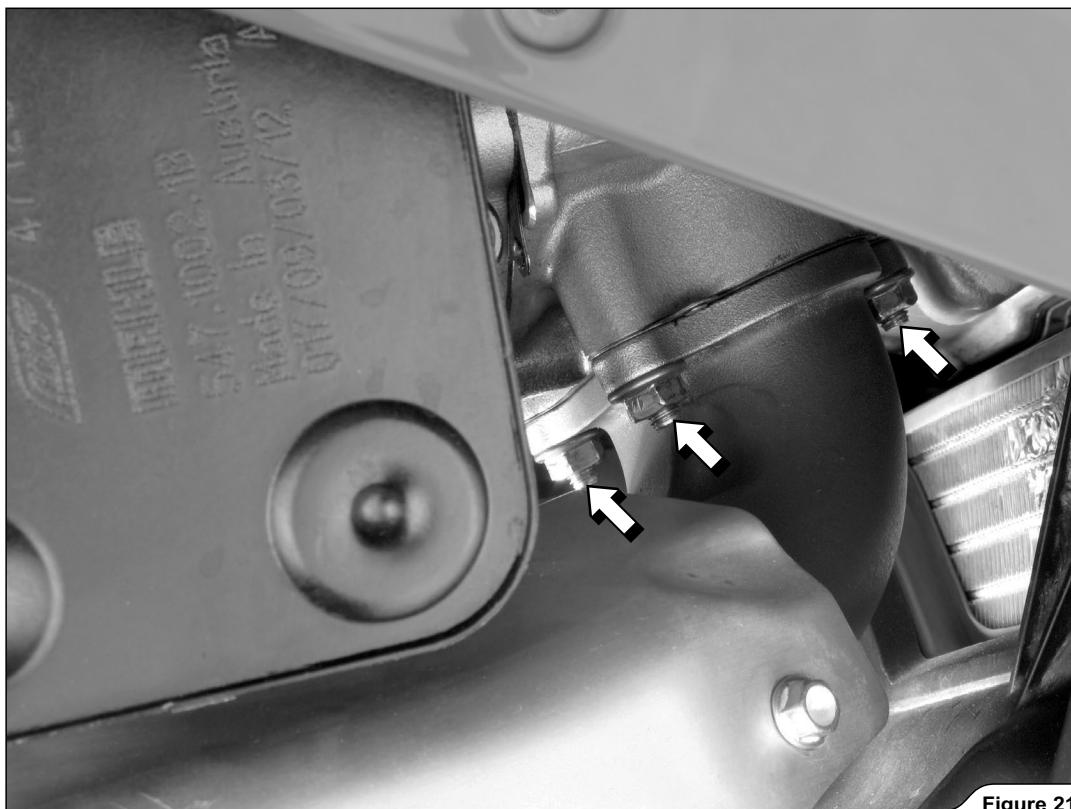

Figure 21
17. 図に示すナットを緩めて外し、フロントマニホールドパイプを慎重に車両から取り外します（図 21）。